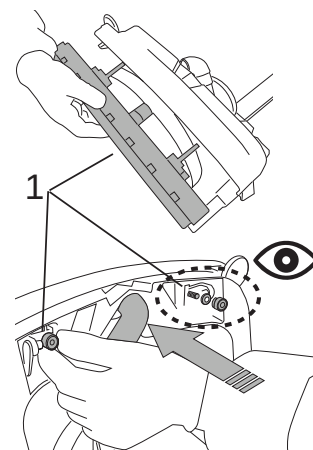

Fig.2A
- Instale el secador delantero (Fig.2A-Ref.1).